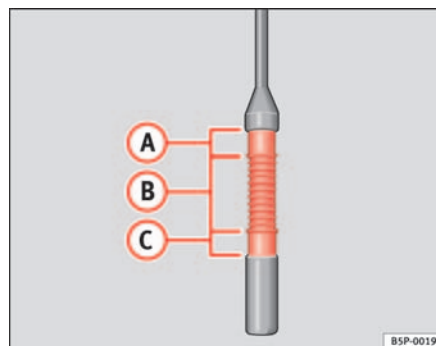

Fig. 161 Vareta de medição do nível de óleo.
- Voltar a retirar a vareta do óleo e controlar o nível do óleo na extremidade inferior da vareta de medição ⇒ página 222, fig. 161.
Se o nível do óleo se situar na zona ⇒ página 222, fig. 161 **(A)**, não pode ser feito nenhum reabastecimento de óleo.